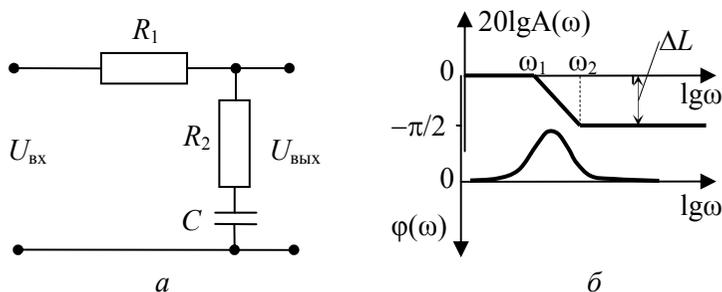

Рис. 6.5.1. Пассивное интегрирующее звено
В первом методе применяется пассивное интегрирующее звено, реализация которого на  $RC$ -элементах приведена на рис. 6.5.1, а.
Логарифмические фазовая и асимптотическая амплитудная характеристики приведены на рис. 6.5.1, б. Из рисунка видно, что пассивное интегрирующее звено подавляет высокие частоты. Демпфирование системы основано на уменьшении коэффициента передачи на частоте среза1. Чтобы на ЛАХ скорректированной системы не влияла фазовая характеристика корректирующего звена, верхнюю сопрягающую частоту  $\omega_2$  выбирают на порядок меньше частоты среза исходной нескорректированной системы. Величина уменьшения коэффициента передачи на
2. Рассчитать передаточную функцию пассивного интегрирующего звена (рис. 6.5.1, *a*) и получить выражения для сопрягающих частот  $\omega_1$  и  $\omega_2$  через параметры элементов  $RC$ -цепочки.
3. Рассчитать необходимые значения сопрягающих частот  $\omega_1$  и  $\omega_2$  (рис. 6.5.1, *b*), исходя из частоты среза, полученной по результатам п.1, и заданного запаса устойчивости по амплитуде.
4. На основе результатов п.п. 2,3 рассчитать параметры  $R$ - и  $C$ -элементов электрической цепи (рис. 6.5.1, *a*).